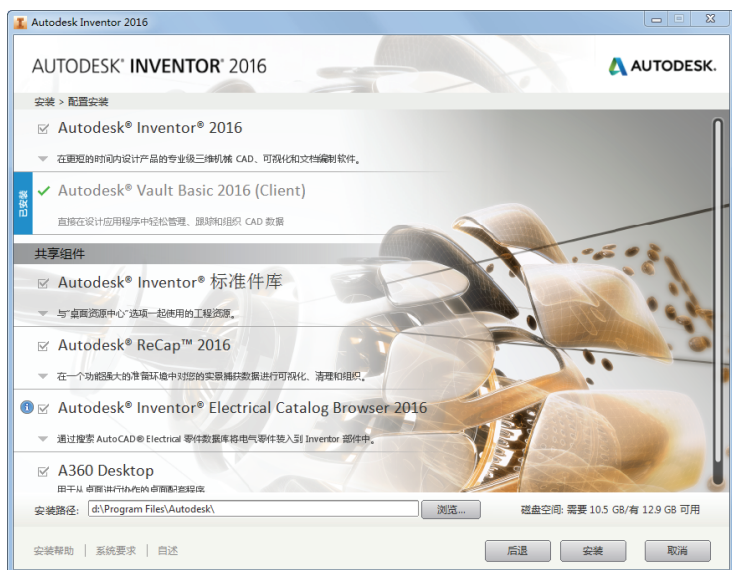

图 1-6 选择要安装的产品界面
(4) 单击“下一步”按钮，选择要安装的产品并设置安装路径，如图 1-6 所示。
(5) 选择好路径后单击“安装”按钮等待自动安装，最后单击“完成”按钮。